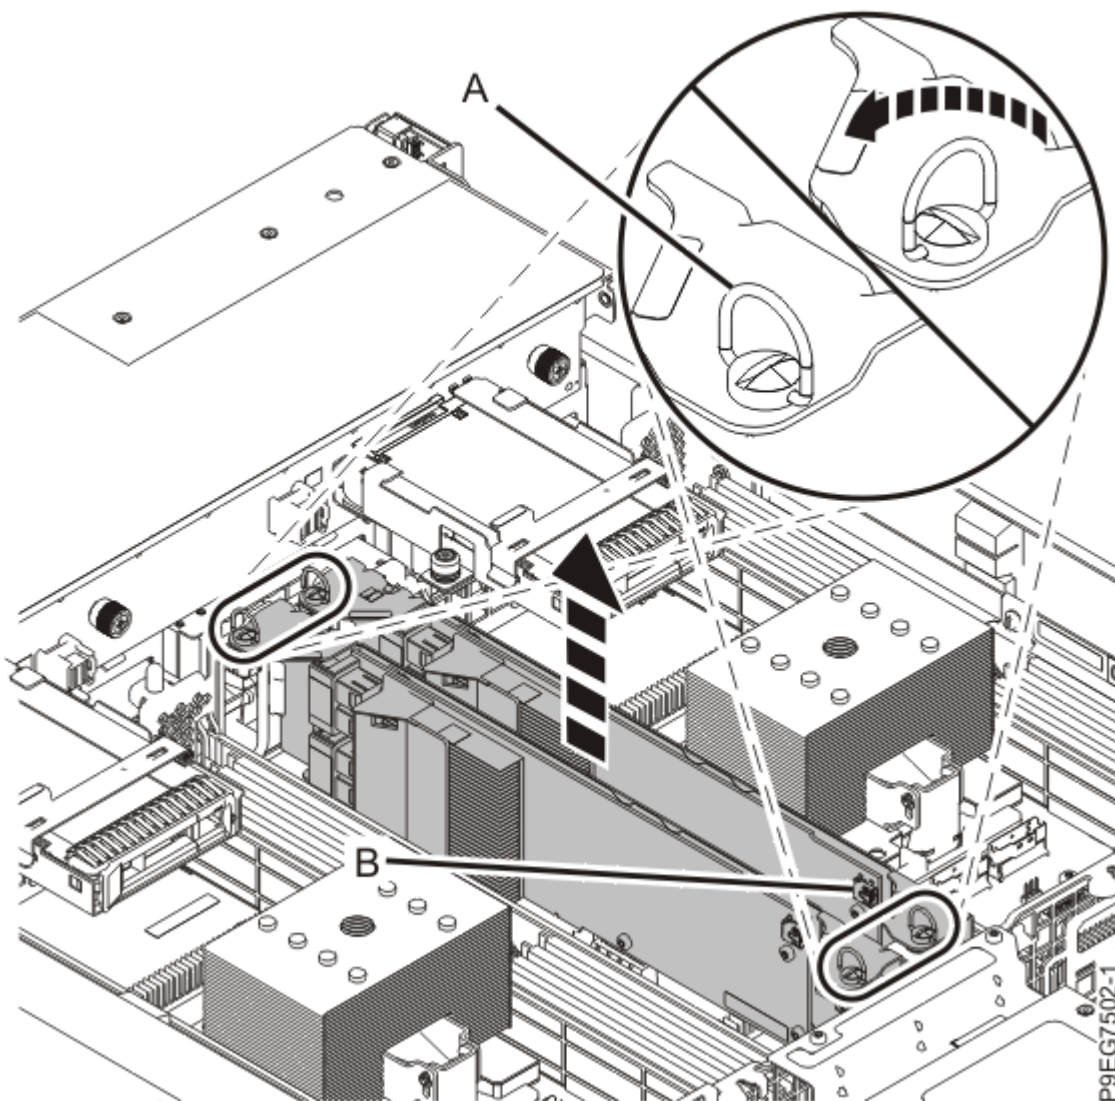

Figure 22. Retrait de l'adaptateur SAS RAID
7. Laissez le câble SAS avant connecté à cet adaptateur. Tournez les vis **(A)** dans le sens contraire des aiguilles d'une montre pour libérer l'adaptateur SAS RAID. Soulevez l'adaptateur SAS RAID et le câble SAS avant pour les retirer de l'emplacement. Pendant cette opération, veillez à ce que le câble SAS avant ne se coince pas dans un composant. Voir Figure 22, à la page 28.